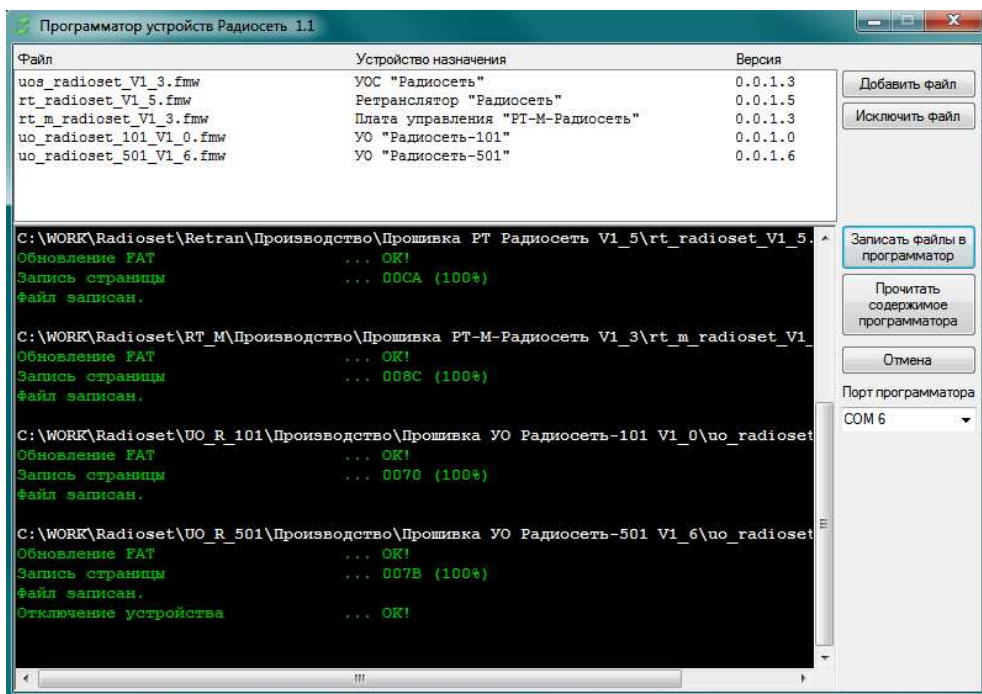

Рис. 3
4.3. Запустите программу работы с программатором “Программатор устройств Радиосеть.exe”. Программа для работы с программатором состоит из 2 окон (Рис. 3). В верхнем окне выводится информация о выбранных файлах, предназначенных для записи в программатор, справа от окна расположены кнопки управления выбором файлов. Нижнее окно предназначено для отображения процессов записи файлов в программатор и чтения содержимого программатора, а также для вывода ошибок. Справа от окна расположены кнопки управления процессами записи файлов и чтения содержимого программатора.